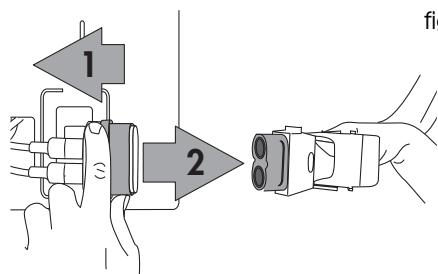

fig. 10
- 8) Desengate a união rápida macho da união rápida fêmea recuando o anel e puxe. (Fig. 10).